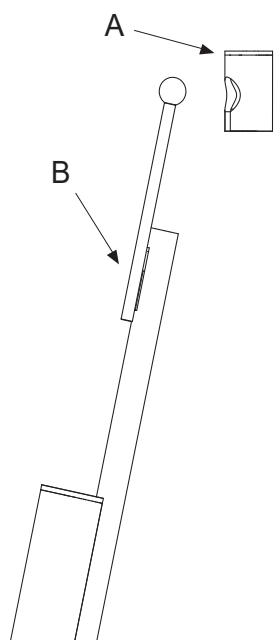

Fig. 7.1.
7.1. Remove the lamp assembly (A) from the support (B), as shown in Figure 7.1.
7.1. Enlevez l'ensemble de la lampe (A) du support (B) comme illustré sur la figure 7.1.
7.1. Die Leuchtenbaugruppe (A) von der Halterung (B) abnehmen, wie in Abb. 7.1. dargestellt.